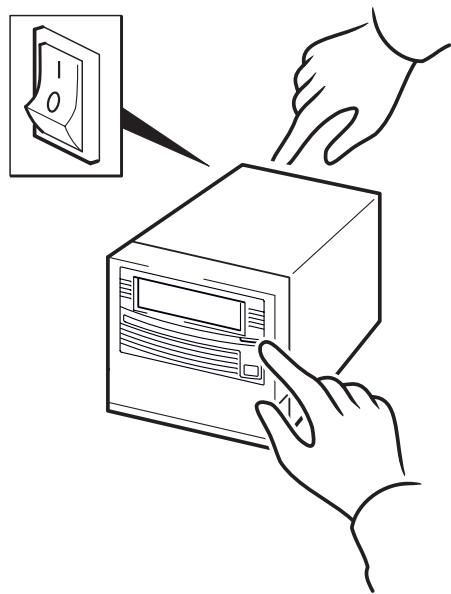

Abbildung 10b: Verwenden von
- 2 Halten Sie die Auswurftaste gedrückt. Halten Sie die Auswurftaste weiterhin gedrückt, und schalten Sie das Bandlaufwerk ein (siehe Abbildung 10b). Dadurch wird das Gerät beim Einschalten in den Modus für HP One-Button Disaster Recovery versetzt. Lassen Sie die Taste los, wenn im Bedienfeld die LEDs „Laufwerksdichte“ und „Reinigung erforderlich“ im OBDR-Muster blinken. Dies ist ein sich wiederholendes Muster: Blinken-Blinken-Aus. (Die LED „Laufwerkstatus“ funktioniert wie gewöhnlich, d. h. sie blinkt, wenn das Band herausgenommen wird, und leuchtet dauerhaft, wenn das Gerät betriebsbereit ist.)